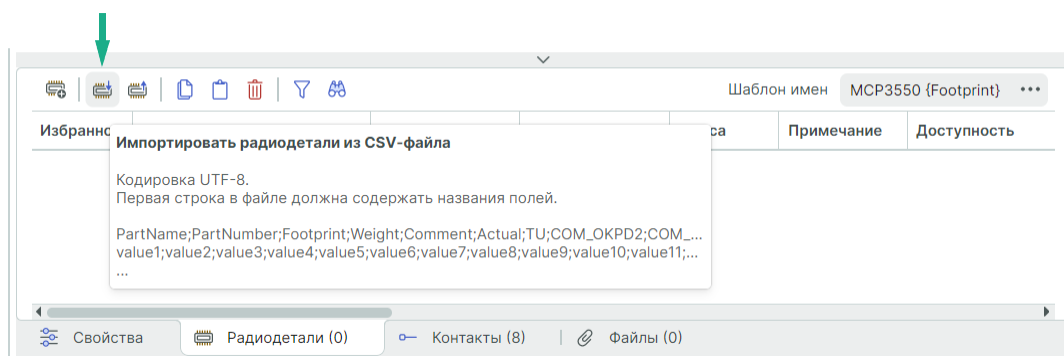

Рис. 325 Импорт данных радиодеталей с помощью csv-файла
1. Нажмите на символ  «Импортировать радиодетали из CSV-файла» на вкладке «Рдиодетали» редактора компонентов, см. Рис. 325.